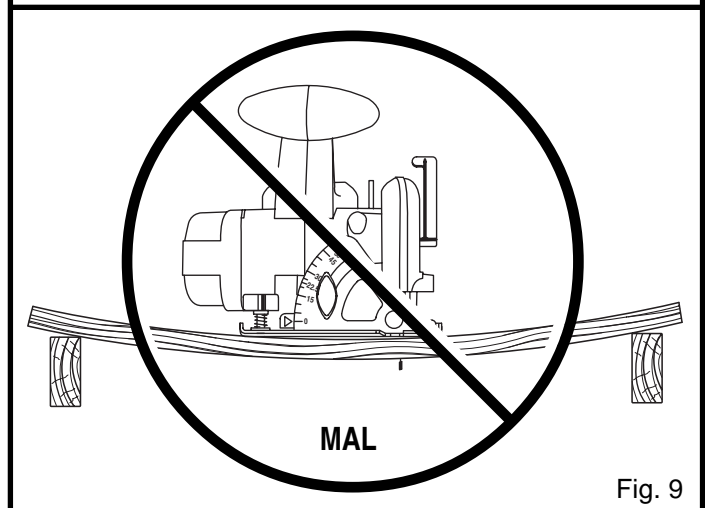

Fig. 9
- Un mauvais support de la pièce. Voir figure 9.
- Pour éviter de coincer la lame, supportez la pièce correctement avant de commencer à scier. Les façons correcte et incorrecte de supporter des grosses pièces sont illustrées aux figures 9 et 11.